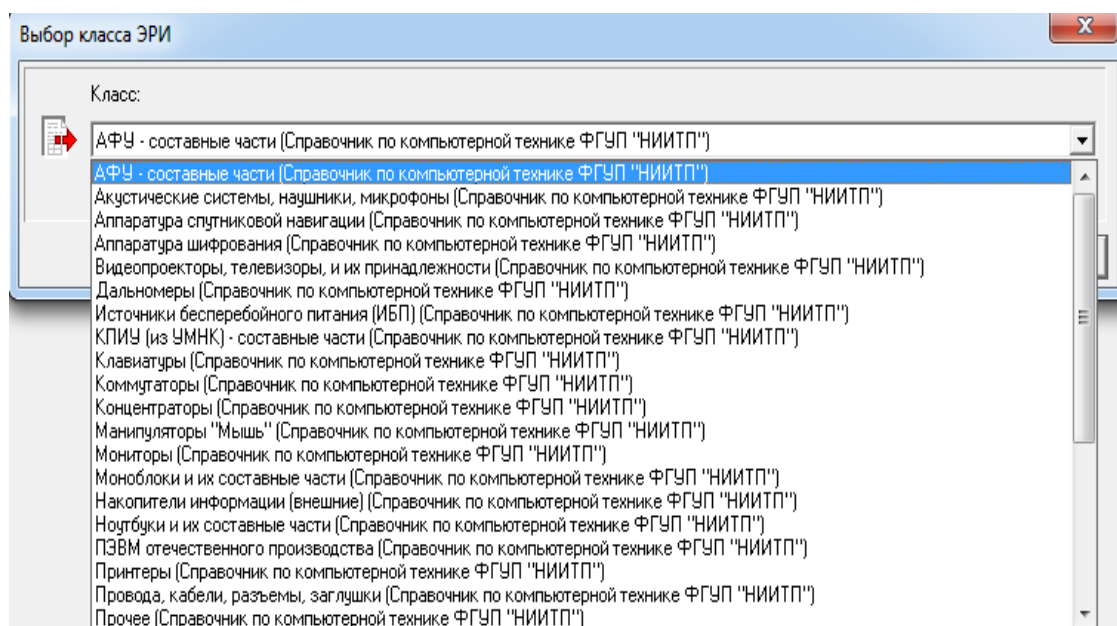

Рис. 3.26. Окно выбора класса ЭРИ
- В появившемся окне «Выбор класса ЭРИ» (см. рис. 3.26) выберите из списка нужный Вам класс.